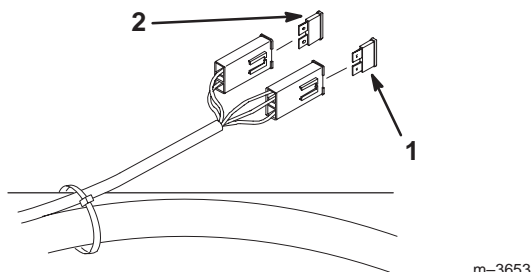

Figure 75
- Pour remplacer un fusible, tirez dessus pour l'enlever (Fig. 75).